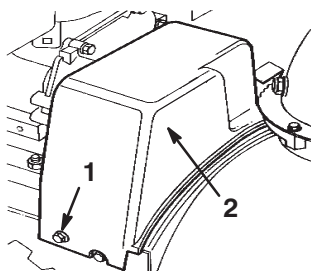

Figure 24
4. Retirez les 2 boulons à embase de fixation du couvercle de courroie et mettez ce dernier de côté (Fig. 24).
3. Retirez les 2 boulons à embase de fixation du couvercle de courroie et mettez ce dernier de côté (Fig. 24).